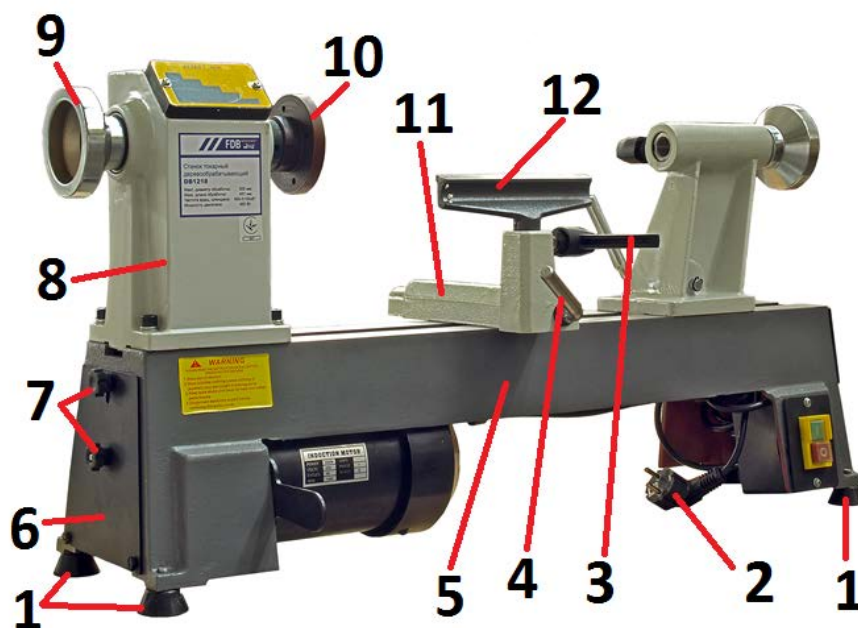
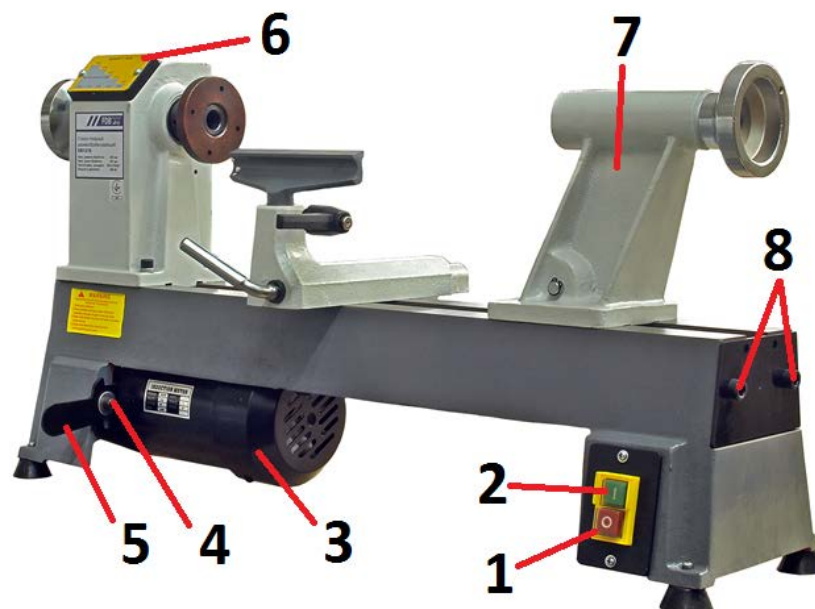
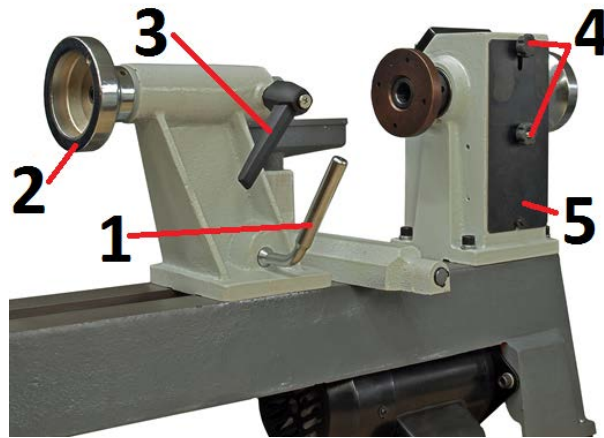

Рис. 1.1 Принципиальное устройство станка
Рис. 1.2 Принципиальное устройство станка
Рис. 1.3 Принципиальное устройство станка
Перед подсоединением станка к электрической сети нажмите на кнопку выключения станка (поз. 2 рис. 1.1).
При возникновении в процессе работы на станке посторонних шумов, запаха гари, вибрации, наличие напряжения на корпусе станка или иных дефектов не свойственных нормальной работе станка немедленно выключите кнопкой «СТОП» (поз. 1 рис. 1.2) и отсоедините кабель от электрической сети.
Скорость вращения шпинделя (заготовки) выбирайте индивидуально в зависимости от породы древесины, наличия и величины сучков и трещин, типа инструмента и степени его заточки, формы заготовки, максимального зазора между опорой (поз. 12 рис. 1.1) для инструмента и заготовкой, при отсутствии цилиндрической поверхности.
Перед началом обработки проверьте правильность установки заготовки в центрах станка и проверните заготовку для проверки наличия зазора между заготовкой и опорой (поз. 12 рис. 1.1) для инструмента
- проверьте целостность и исправность крышек привода (поз. 7 рис. 1.1) и передней бабки (поз. 5 рис. 1.3), опоры для инструмента (поз. 12 рис. 1.1), передней (поз. 8 рис. 1.1) и задней (поз. 7 рис. 1.2) бабки, кнопок (поз. 1, поз. 2 рис. 1.2) и маховиков (поз. 9 рис. 1.1, поз. 2 рис. 1.3), кабеля подключения станка к электрической сети (поз. 2 рис. 1.1), целостность и прочность крепления заземляющего проводника;
- ослабьте рукоятки (поз. 1 рис. 1.3) блокировки задней бабки (поз. 7 рис. 1.2) и пиноли (поз. 2 рис. 1.3) вращающегося центра;
- установите один торец заготовки в поводковый центр и пристукните заготовку деревянным молотком. Переместите заднюю бабку (поз. 7 рис. 1.2) к заготовке и зафиксируйте заднюю бабку рукояткой её блокировки (поз. 1 рис. 1.3). Подождите заготовку вращающимся центром и зафиксируйте пиноль вращающегося центра рукояткой её блокировки (поз. 3 рис. 1.3). Заготовка должна плотно прижиматься ко всей плоскости поводкового центра;